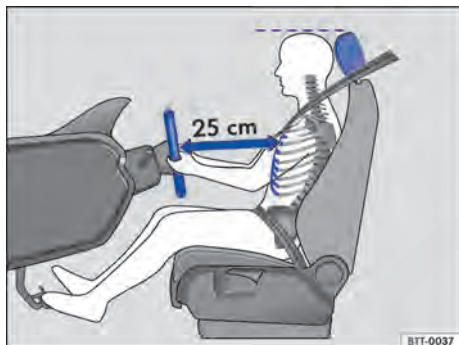
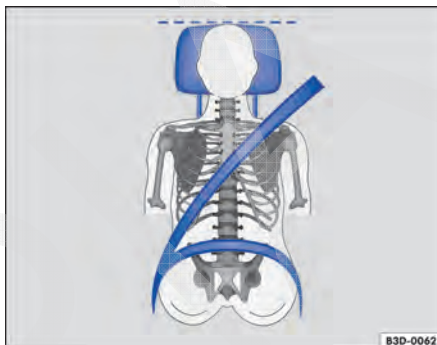

Fig. 44 A distância correta entre o condutor e o volante deve ser de, no mínimo, 25 cm.
Fig. 45 Posição correta do cadáver do cinto de segurança e ajuste correto do apoio para cabeça.
- Ajustar o apoio para cabeça de modo que a sua borda superior se encontre preferencialmente na mesma linha da parte superior da cabeça – porém não abaixo da altura dos olhos. Posicionar a nuca tão próxima quanto possível do apoio para cabeça ⇒ Fig. 44 e ⇒ Fig. 45.
- Ajustar o volante de modo que a distância entre ele e o tórax tenha no mínimo 25 cm ⇒ Fig. 44 e que o condutor possa segurar o volante pela borda externa com as duas mãos e os braços ligeiramente dobrados.